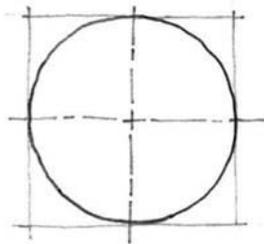

Figura V-6. Circunferencia mediana.
- **Circunferencias de tamaño mediano:** Es conveniente disponer los **ejes de la circunferencia y el cuadrado que la circunscribe**. Las líneas de eje ayudan a determinar el punto en que se debe producir la tangencia entre el lado del cuadrado circunscrito y la circunferencia. Una vez determinados los puntos de tangencia **insinuamos los arcos** para finalmente completar el trazado de la circunferencia. También en este caso se efectúan dos trazos en sentido descendente. Un resultado posible se muestra en la figura V-6.